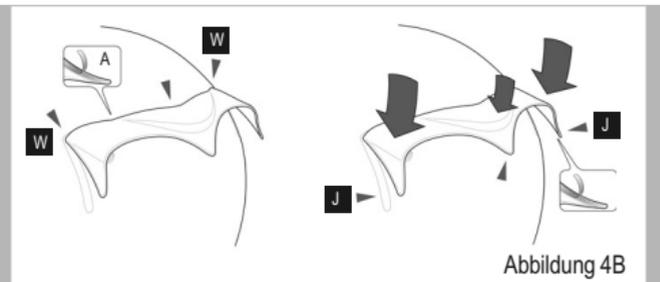

Abbildung 4B
**Montage** siehe Abbildung 4B
Prüfen Sie die korrekte Positionierung des Spoilers auf der Kalotte, bevor Sie die Schutzfolie von dem doppelseitigen Klebeband abnehmen. Der hintere Spoiler muss in dem entsprechenden Sitz am hinteren Teil der Kalotte aufgeklebt werden. Dabei ist darauf zu achten, dass die seitlichen und oberen Ränder des Spoilers an den Rippen (siehe Abbildung 4B) anliegen. Schutzfolie (A) abziehen. Setzen Sie den Spoiler am vorgesehenen Punkt auf die Kalotte und drücken Sie gleichmäßig auf die Ränder. Beginnen Sie immer am vorderen Teil (W) und bewegen Sie sich dann bis zum hinteren Teil. Verfahren Sie nie umgekehrt. Vermeiden Sie den Fingerkontakt mit dem doppelseitigen Klebeband.